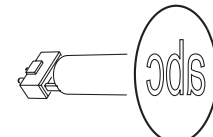

Bild 24. Gobo-Orientierung
Die richtige Gobo-Orientierung ist sehr wichtig. Befolgen Sie die Richtlinien (Bild 24) beim Einsetzen eines Gobos.
5. Legen Sie das neue Gobo in den Halter. Die dem Leuchtmittel zugewandte Seite zeigt zur Haltefeder (siehe Bild 24 und Bild 22).
Die in Bild 24 angegebenen Orientierungen sind in den meisten Fällen zutreffend. Wenden Sie sich an Ihren Martin-Händler oder den Gobohersteller, wenn Sie Zweifel bezüglich der korrekten Orientierung eines bestimmten Gobotyps haben.